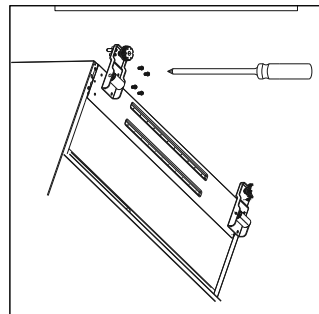

Abb. 8
- ▶ Entfernen Sie die Schrauben des unteren Scharniers (siehe **Abb. 8**).